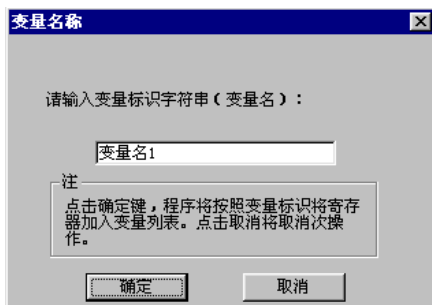

图 6.54 加入变量—输入变量名称
- **加入变量：**将当前在采集列表中选择的寄存器定义一个变量添加到组态王 7.0 的数据词典中。单击该按钮，弹出变量名对话框，如图 6.54 所示：